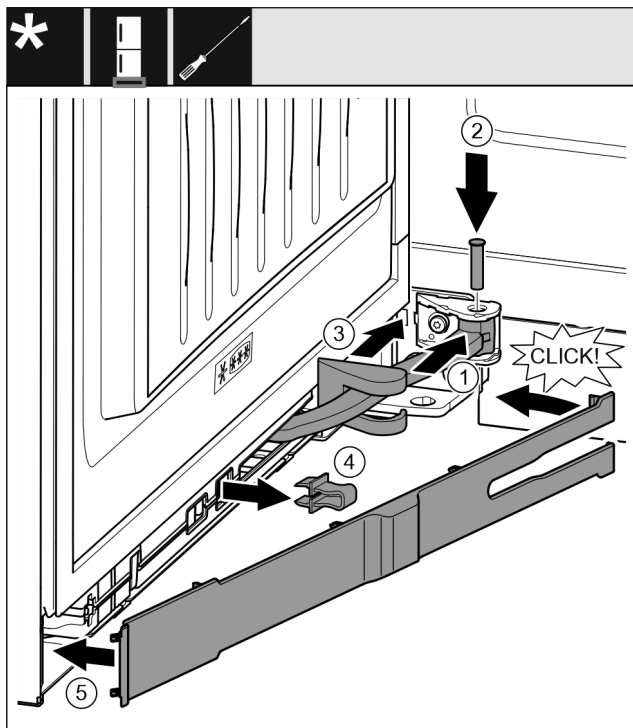

Fig. 63
- ▶ Поверните шарнир Fig. 63 (1) в навеску.
- ▶ С помощью отвертки вставьте палец Fig. 63 (2) в навеску и шарнир. При этом проследите за тем, чтобы выступ фиксатора занимал правильное положение в пазу.
- ▶ Переместите крышку опорного кронштейна Fig. 63 (3) вдоль шарнира и смонтируйте ее над навеской.
- ▶ Снимите предохранитель Fig. 63 (4).
- ▶ Установите накладку Fig. 63 (5) со стороны ручки и поверните ее.